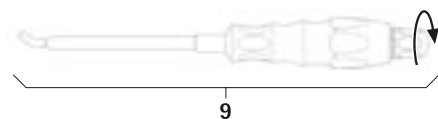

Abb. 13
- Stab-Einsetzinstrument **9** montieren, siehe Abb. 13.